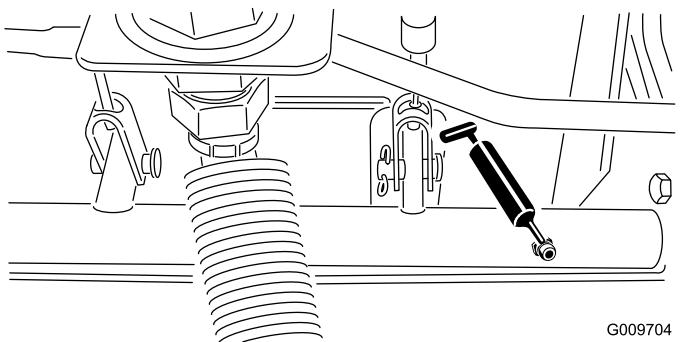

Figura 58
- Cojinete de eje de freno (5) tal y como se muestra en la Figura 58